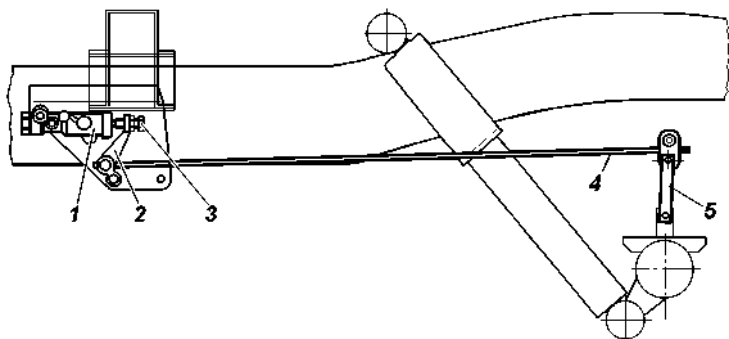

Рис. 9.30. Привод регулятора давления:
В процессе эксплуатации и при замене задних рессор, необходимо регулировать усилие упругого рычага 4 (рис. 9.30) на поршень регулятора. Регулировку производите в следующей последовательности:
5. Вращением гаек 4 и 6, выберите слабины тросов 1, 7, 8. При этом необходимо выдержать размер $\Gamma=1$ мм (min), $D=35$ мм (min) и разницу размеров М и Н не более 6 мм (рис. 9.30). При выборе слабины тросов, перемещение рычагов 9 не допускается.